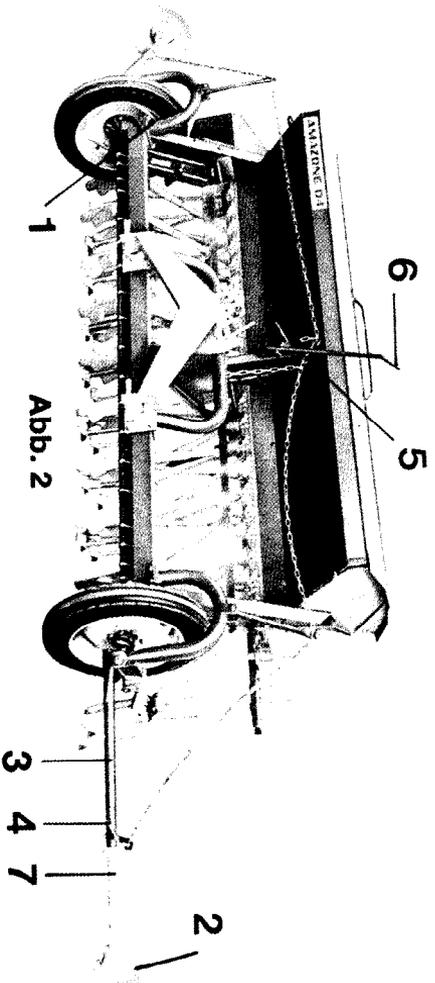

Abb. 2
Jeder Radbügel wird mit 3 Schrauben (Abb. 2/1) befestigt. Die Schardruckstange und das Saatileitungsrohr sind genauso wie die bereits montierten Teile anzubringen.
2. Spuranreißer (siehe Abb. 2 und 3):
Die Spuranreißeroberteile (Abb. 2/2), die an dem Maschinenrahmen angebunden sind und auf den Scharen liegen, werden in die beiden Halterohre (Abb. 2/3) gesteckt und mit Knebelschrauben (Abb. 2/4) festgeklemmt. Anschließend ist die linke Kette bei **herabgelassenem** Spuranreißer in den Stellhebelhaken (Abb. 2/5) so einzuhängen, daß sie leicht nach unten durchhängt. Dann ist der Stellhebel (Abb. 2/6) nach rechts zu stellen und die rechte Kette wie die linke einzuhängen.
Die Achse der Spuranreißerscheibe ist schräg angeschweißt. Durch Drehen des Verstellrohres (Abb. 2/7) in seinem Halterohr (Abb. 2/3) kann je nach Bodenart die Spuranreißerscheibe so eingestellt werden, daß eine deutliche Spur auf dem Boden angerissen wird.